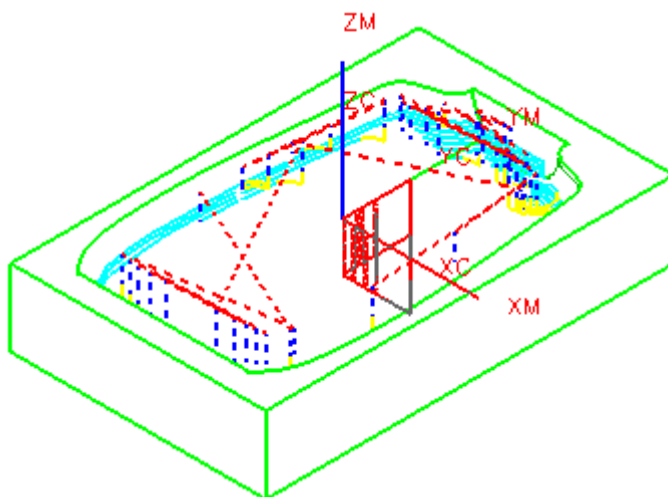

图 5-59
- 单击 ，设置如图 5-58 所示的参数，单击 OK，定义如图 5-59 所示的加工表面，再单击 OK。